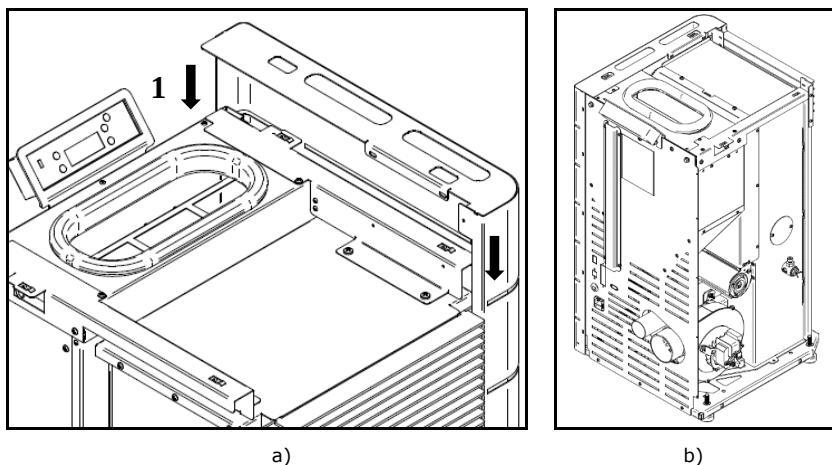

Figura 21 - Fijación de las laterales de las envolventes
c) Posteriormente encajar la envolvente lateral en sentido descendente, Durante el montaje de la envolvente, se debe garantizar que el haba que existe en la parte superior de esta (1) queda sobrepuesta en la estructura y simultáneamente en la parte posterior de la máquina la envolvente debe estar por fuera de esta como se demuestra en la Figura 21-b.